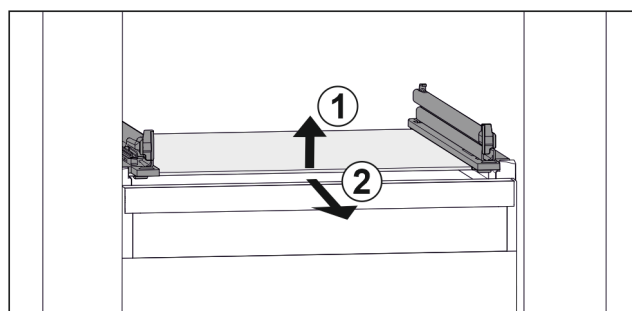

Fig. 114 Exemple de représentation de la tablette en verre
- Soulever la tablette en verre par l'avant. Fig. 114 (1)
- Retirer la tablette en verre par l'avant. Fig. 114 (2)